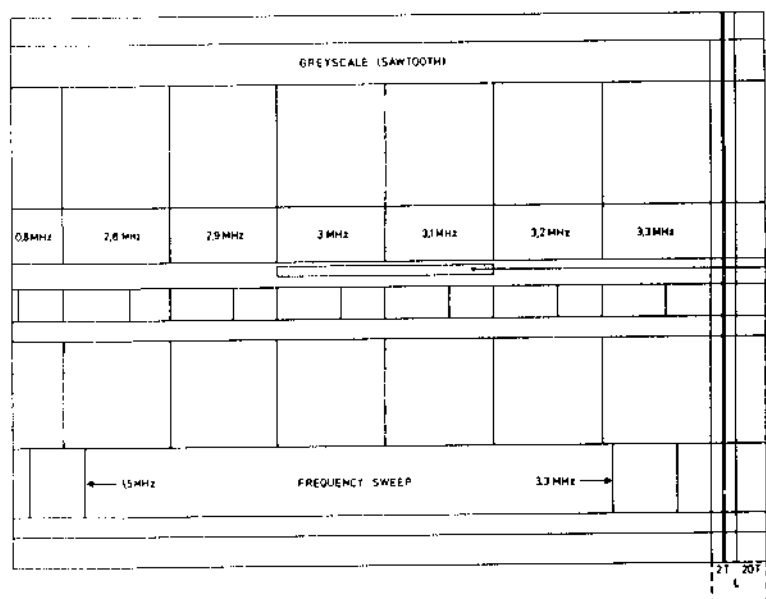

Fig. 2
- Testcassette 4822 397 30108 weergeven (zie Fig. 2).
3309 instellen zodanig dat de storingen (grove ruis) in vlak A (zie Fig. 2) gedurende het drop-out testsignaal juist verdwijnen.